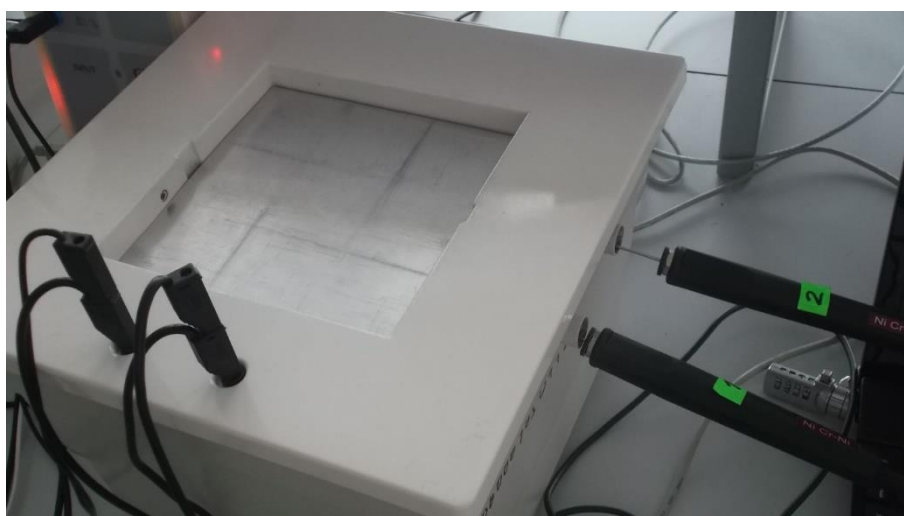

Рисунок 6. Расположение алюминиевой пластины сверху на исследуемом образце.
- е) Установите вторую алюминиевую пластину сверху на исследуемый образец с термопарой 2 (см. рис. 6).